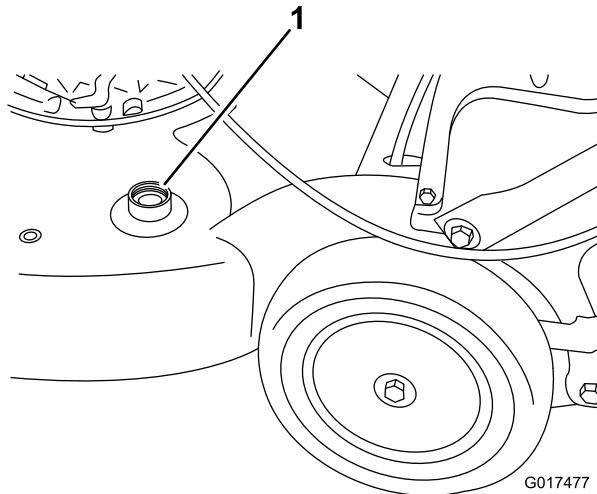

Figura 37
- Conecte una manguera de jardín que esté conectada a un grifo al orificio de lavado de la carcasa de la máquina (Figura 37).